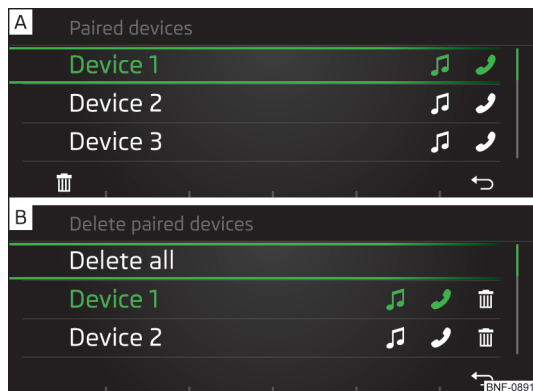

Abb. 118
In der Liste gekoppelter externer Geräte werden beim verbundenen Telefon folgende Symbole der Bluetooth®-Profile angezeigt » **Abb. 118** - **[A]**.
- Mit dem Regler **[Q]** das externe Gerät auswählen » **Abb. 118** - **[A]**.
- Die Funktionstaste **[LÖSCHEN]** drücken » **Abb. 118** - **[A]**.
- Mit dem Regler **[Q]** das externe Gerät auswählen » **Abb. 118** - **[B]**.